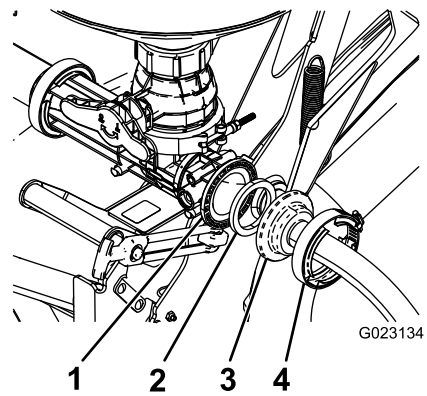

図 19
- 4. 吸液ホースの端部（バルクヘッドについていない方）を、エダクタバルブの開口部（後方を向いている開口部）に取り付ける；ガスケットとウォームねじクランプを使用する（図 19）。